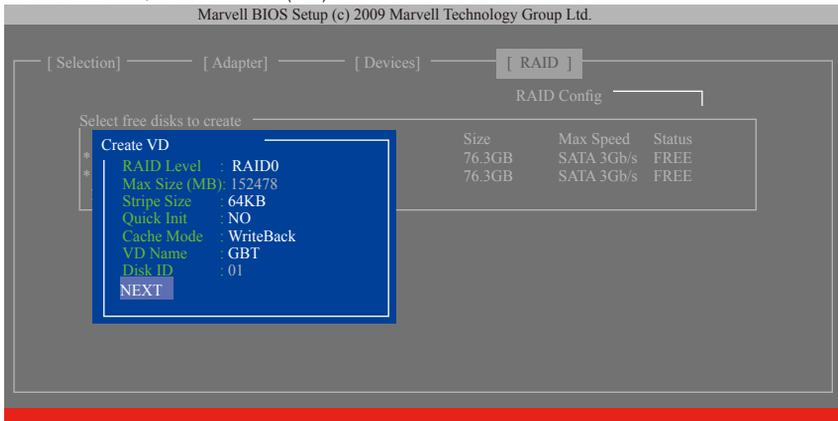

图7
6. NEXT: 完成以上设定请至「NEXT」项目按<Enter>键。当确认信息出现时,确定制作磁盘阵列请按<Y>,取消请按<N>(图7)。